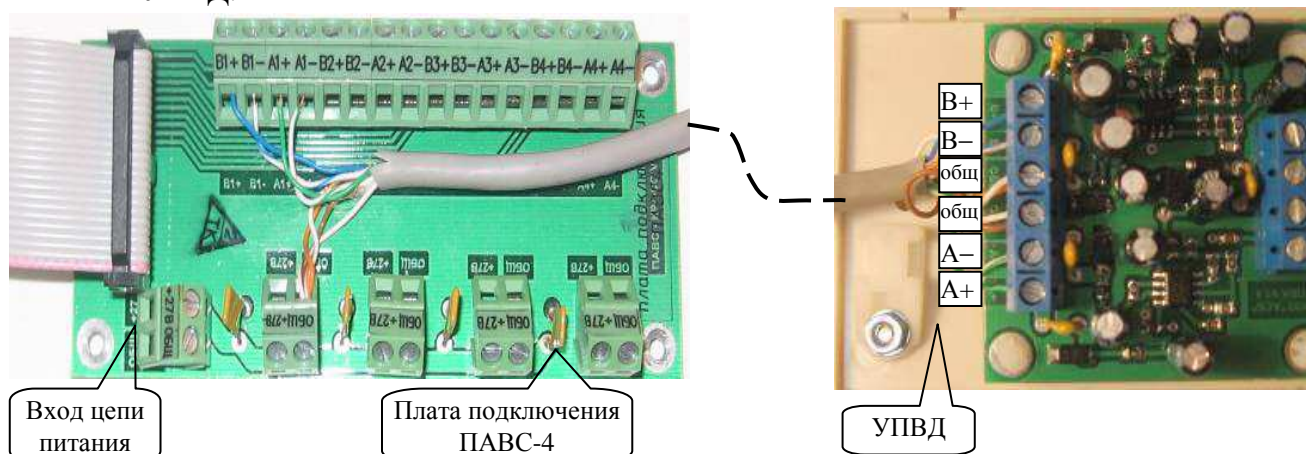

Рисунок 9.25 Подключение УПВД к СЛЗ
- **Подсоединение УПВД к линии связи** производить к клеммам «В+, В-, А+, А-, ОБЩ» в соответствии с рис. 9.25. Подсоединенные провода зафиксируйте стяжкой.
Подсоедините провода из одной пары кабеля к клеммам «В-, В+», а провода другой пары к клеммам «А+, А-» (рис.9.25). Расцветка проводов, подключаемых к клеммам платы подключения должна соответствовать одноимённым цепям, подсоединенным в УПВД.
Подсоедините провода из одной пары кабеля к клеммам «В-, В+», а провода другой пары - к клеммам «А+, А-» (рис.9.25), провода третьей пары (питания) подсоедините к цепи «27В», **которая должна быть подготовлена для видеоустройств, требующих напряжения питания 27 В.**
Это может быть обеспечено подсоединением цепи «27В» от блока питания СЛЗ к входной клемме цепи питания платы подключения ПАВС-4 (рис.9.25), к которой подключается ВКА. В этом случае такая плата подключения ПАВС-4 будет выдавать для ВКА напряжение питания 27 В (остальные платы подключения ПВС выдают для УПВК напряжение питания 48 В). Такой вариант рекомендуется при подключении нескольких ВКА.